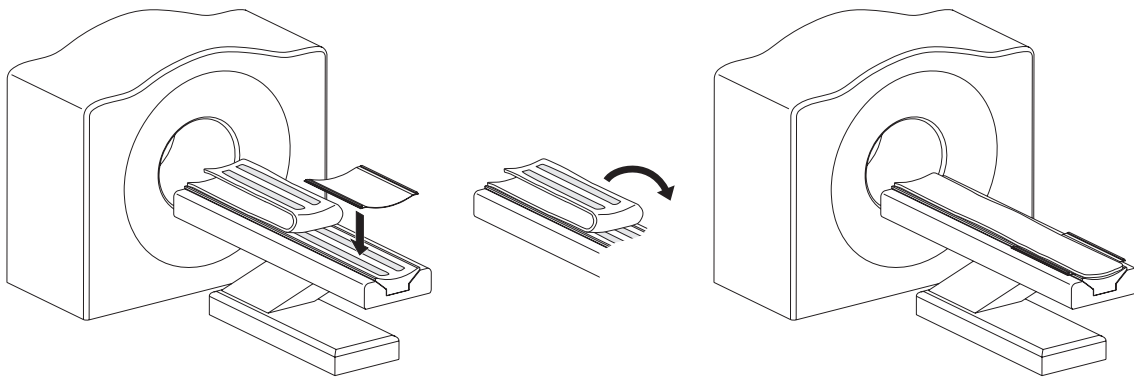

Figure 3-7 : Installation d'un rail de fixation pour scanner NEUWAVE.
3. Replier le matelas de la table du scanner comme illustré sur la Figure 3-7.